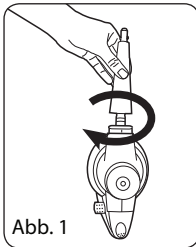

Abb. 1
1. Setzen Sie die Punktstrahldüse auf die Dampfdüse auf (Abb. 1). Arretieren Sie die Punktstrahldüse durch Drücken und gleichzeitiges Drehen im Uhrzeigersinn. Sie können die Punktstrahldüse separat zum Dampfreinigen oder als Aufsatz für weiteres Zubehör verwenden. In „Zubehörliste“ finden Sie Teile, die auf die Punktstrahldüse eingesetzt werden können.